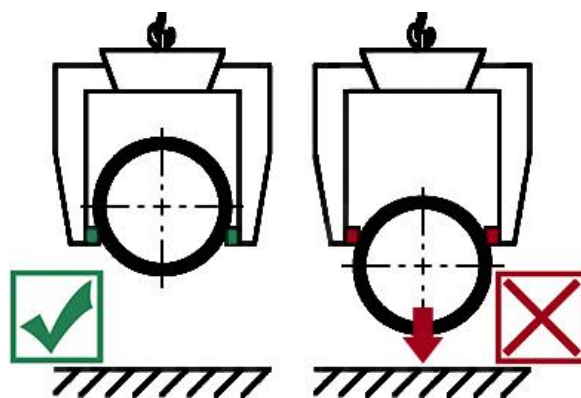

Bild 2
- Det höjdinställbara fästet måste alltid var inställt så att gripkäftarna alltid griper tag i betongröret under den största rördiametern eftersom det annars föreligger glidrisk! → Bild 2